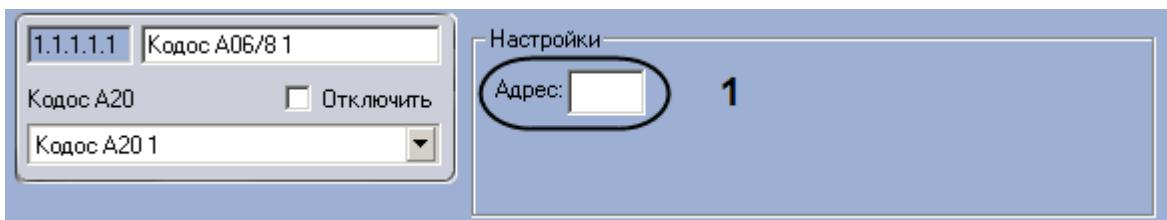

Рис. 3.6—7 Настройка адресного блока Кодос A-06/8
2. Ввести аппаратный адрес подключения адресного блока Кодос A-06/8 в поле **Адрес** (см. Рис. 3.6—7, 1).